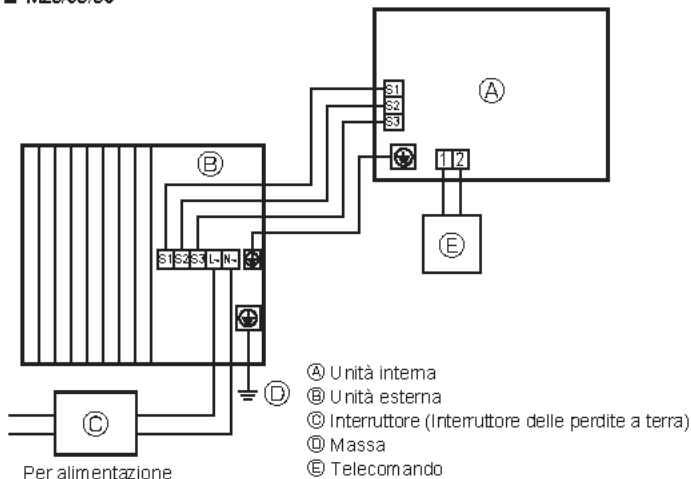
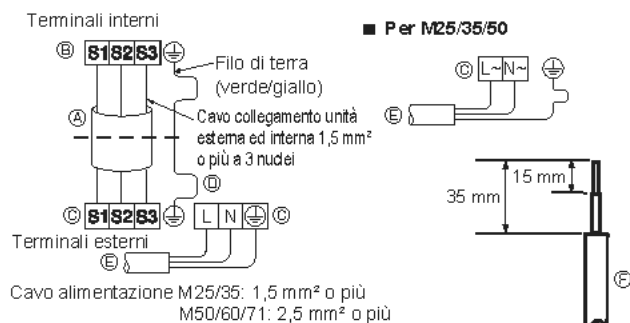
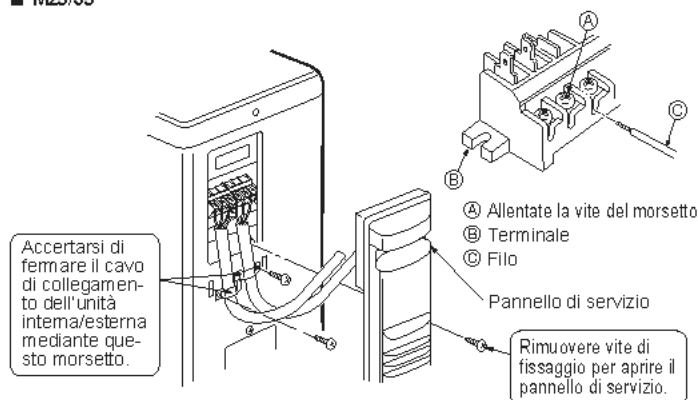

Fig. 6-1
Fig. 6-2
Fig. 6-3
6.1. Unità esterna (Fig. 6-1, Fig. 6-2, Fig. 6-3, Fig. 6-4, Fig. 6-5)
- ① Rimuovere il pannello di servizio.
- ② Collegare i cavi facendo riferimento alla Fig. 6-1, Fig. 6-2, Fig. 6-3, Fig. 6-4 e Fig. 6-5.
- Eseguire i collegamenti elettrici seguendo lo schema ripreso qui sotto a sinistra (Procurarsi il cavo localmente). (Fig. 6-2)
- ① Cavo di collegamento
- ② Terminali interna
- ③ Terminali esterna
- ④ Installare sempre un filo di terra più lungo degli altri cavi.
- ⑤ Cavo di alimentazione
- ⑥ Filo